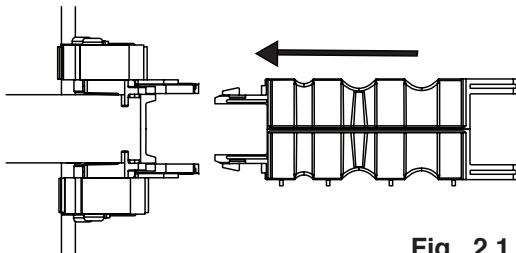

Fig. 2.1
Chaque renfort d'angle a un récepteur fendu (extrémité femelle) dans lequel les broches du bras d'extension (extrémité mâle) peuvent être insérées (Fig. 2.1). Une fois installés, les bras d'extension vous donneront une plate-forme pour installer vos tiges de cadre GenTent.
- Poussez le bras d'extension directement dans le renfort d'angle jusqu'à ce que les goupilles de pivot s'enclenchent en place (Fig. 2.1)